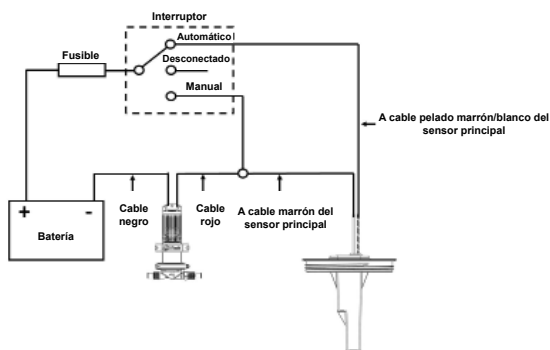

Figura 9 Diagrama de cableado
- **ADVERTENCIA:** La instalación **debe** ser realizada por un electricista cualificado. El cableado incorrecto puede provocar un incendio que causará lesiones o muerte. La información de cableado sugerido (Figura 9) se ofrece solo a modo de guía, y el cableado **debe** cumplir con las normas eléctricas aplicables. **Deben** instalarse fusibles o disyuntores de tamaños adecuados.